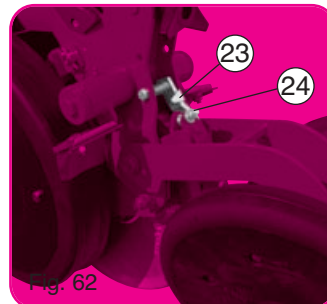

Fig. 62
Cette roue plombreuse est utilisable sur terrain plutôt sec, pour tous semis. Sur terrain trop humide, un bourrage au niveau de la roue est toujours possible, dans ce cas, escamoter la roue par le taquet 23 fig. 62. Si cette opération ne s'avérait pas suffisante, il faudrait enlever la roue seule, en laissant le cadre 4 sur l'élément. Le décroctoir 11 Greenflex réversible doit être surveillé de temps en temps, et réglé avec précision à l'aide de l'écrou 24 fig. 62.
The press wheel has a diameter of 295 mm and a width of 21 mm and is in stainless steel. It can only be adapted on the NG Plus 4 units. It floats independently from the metering unit and the rear press wheel unit. The NG Plus 4 equipped in this manner, now becomes the NG Plus 4 PRO. This press wheel can be used in rather dry soils for all types of seeds. In damp soil, a packing up of the wheel is always possible, in this case, retract the wheel using the latch 23 fig. 62. If this is not sufficient, the wheel only must be removed, leaving the frame 4 on the metering unit. The reversible Greenflex scraper 11 should be controlled from time to time and adjusted with precision using the nut 24 fig. 62.
Die Andruckrolle wird hauptsächlich auf trockenen Böden eingesetzt. Auf nassem Boden, wenn die Rolle verstopft, kann diese ausgehoben werden und mit dem Hebel 23 Fig. 62 arretiert werden. Wenn diese Maßnahme nicht ausreicht, muß die Rolle vom Element ausgebaut werden. Der nachstellbare GREENFLEX-Abstreifer ist von Zeit zu Zeit zu kontrollieren und entsprechend nachzustellen. (24) - Fig. 62)
Dit aandrukwieltje Ø 295 x 21 mm met RVS bandage kan alleen op een "NG Plus 4" element gemonteerd worden. Het heeft een vlottende werking, onafhankelijk van het element en van het aandrukblok achteraan. Indien zo uitgerust wordt een "NG Plus 4" dan "NG Plus 4 PRO" genoemd. Het "PRO" wieltje wordt voor alle typen zaaierwerk op betrekkelijk droog terrein aanbevolen. Op een te vochtig terrein kan een verstopping gebeuren ter hoogte van het wieltje. In dat geval dient het wieltje dank zij de klamp 23 opgeklapt te worden (afb. 62). Indien deze verrijding onvoldoende is, kan het losse wieltje verwijderd worden; het frame 4 blijft op het element. De omkeerbare Greenflex toestrijker 11 periodiek nakijken en nauwkeurig afstellen met behulp van de afstelmoer 24 (afb. 62).
- Position escamotée (fig. 62).
- Retracted position (fig. 62).
- Pos. Fig 62 wieder anbringen